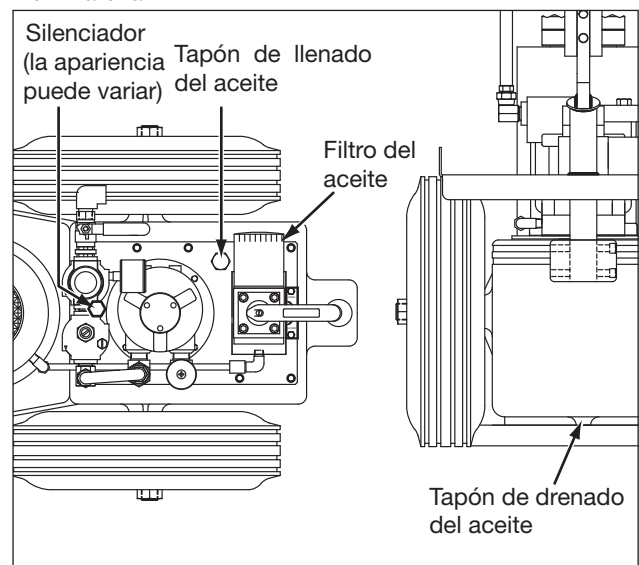

Figura 6, Cambio del aceite
6.3 Cambio del aceite (véase la Figura 6)